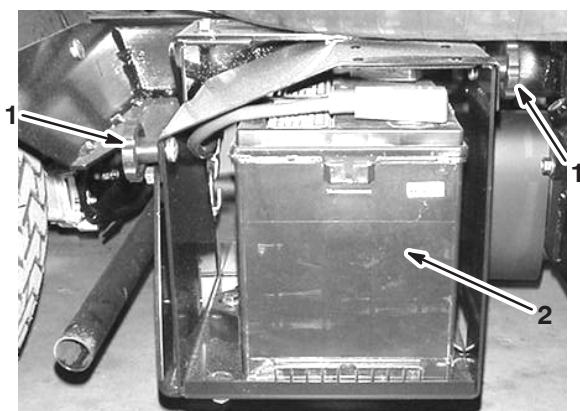

Figure 61
2. Desserrez les boutons sur les côtés du bac de la batterie et déposez le couvercle de la batterie (Fig. 61).
3. Retirez le dispositif de retenue et les fixations de la batterie (Fig. 61).
3. Posez solidement le dispositif de retenue de la batterie avec les fixations retirées précédemment (Fig. 61).
4. Posez le couvercle de la batterie et fixez-le à l'aide des 2 boutons (Fig. 61).
1. Desserrez les boutons sur les côtés du bac de la batterie et déposez le couvercle de la batterie (Fig. 61).